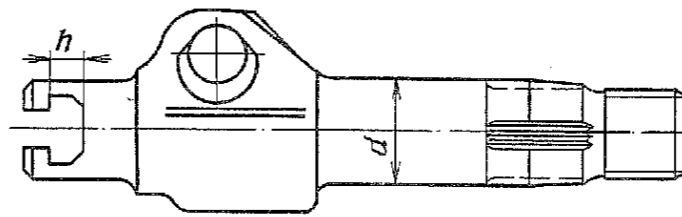

Рис. 189. Вал сошки рулевого управления
2.4. Вал сошки рулевого управления (рис. 189)